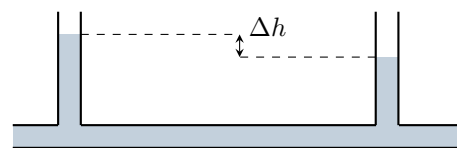

Figure 2
- 5 - Sur la canalisation horizontale on place deux tubes verticaux remplis d'eau séparés de 10 m. On mesure une différence de hauteur d'eau  $\Delta h = 2,0\text{ cm}$ , voir figure 2. En déduire la perte de charge linéaire due au tuyau d'alimentation.